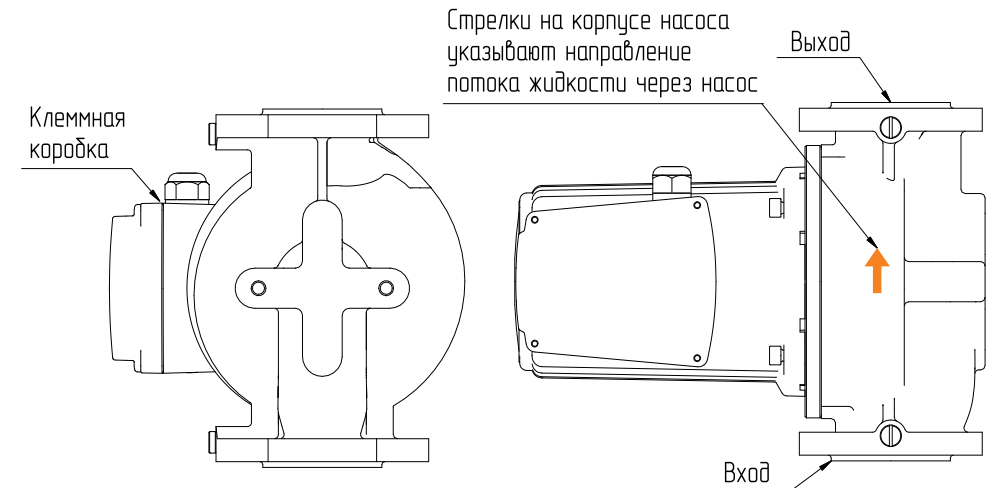

Рис.3 Положение циркуляционного насоса
Положение монтажной коробки, а также входа и выхода должно быть как показано на **Рис.3**.
- При монтаже насоса необходимо установить обратный клапан за насосом. Перед насосом рекомендуется устанавливать фильтр механической очистки. Стрелка на корпусе насоса указывает направление протекания рабочей жидкости (см. **Рис.3**);